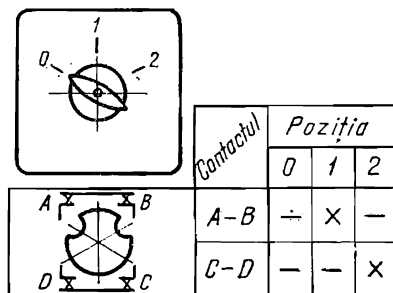

Fig. 2.97. Schema comutatorului C. 16.01.30.002.
*Comutatorul bipolar* tip C16.01.30.002, reprezentat în fig. 2.97, are un singur etaj și 3 poziții: 0—deschis, 1—închis pentru contactul A-B și 2—închis pentru contactul C-D. Se poate folosi pentru comutarea circuitelor monofazate de curent alternativ (iluminat sau motoare) sau circuitelor de curent continuu cu constantă de timp  $L/R$  egală cu zero (iluminat, rezistențe încălzitoare).